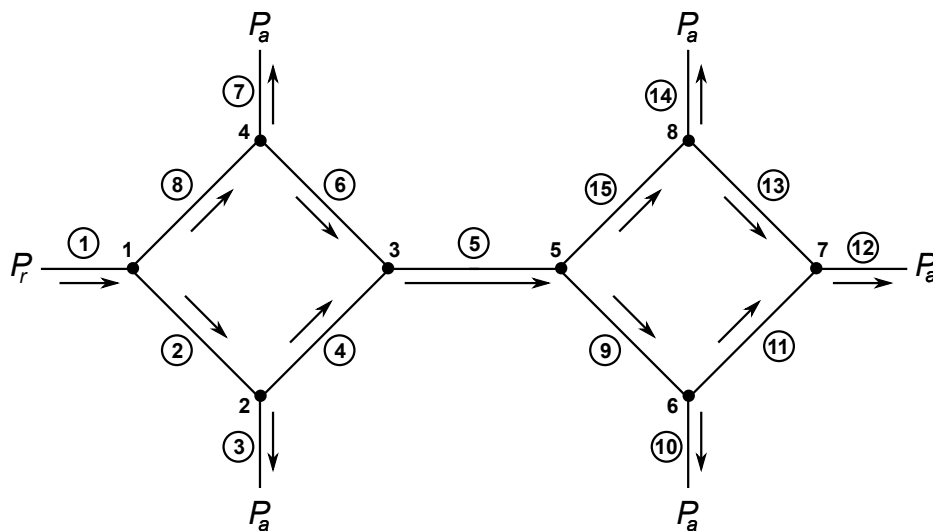

Figura 1: Esquema do circuito hidráulico.
1. Considere o problema do circuito hidráulico mostrado na Figura 1. Este sistema está alimentado por um reservatório cuja a pressão é mantida constante e igual a  $P_r = 12$ . As saídas das tubulações desembocam na atmosfera, onde a pressão é considerada nula (isto é,  $P_a = 0$ ). Deste modo, a vazão  $Q_i$  da  $i$ -ésima tubulação depende da diferença de pressão  $\Delta P_i$  de tal modo que